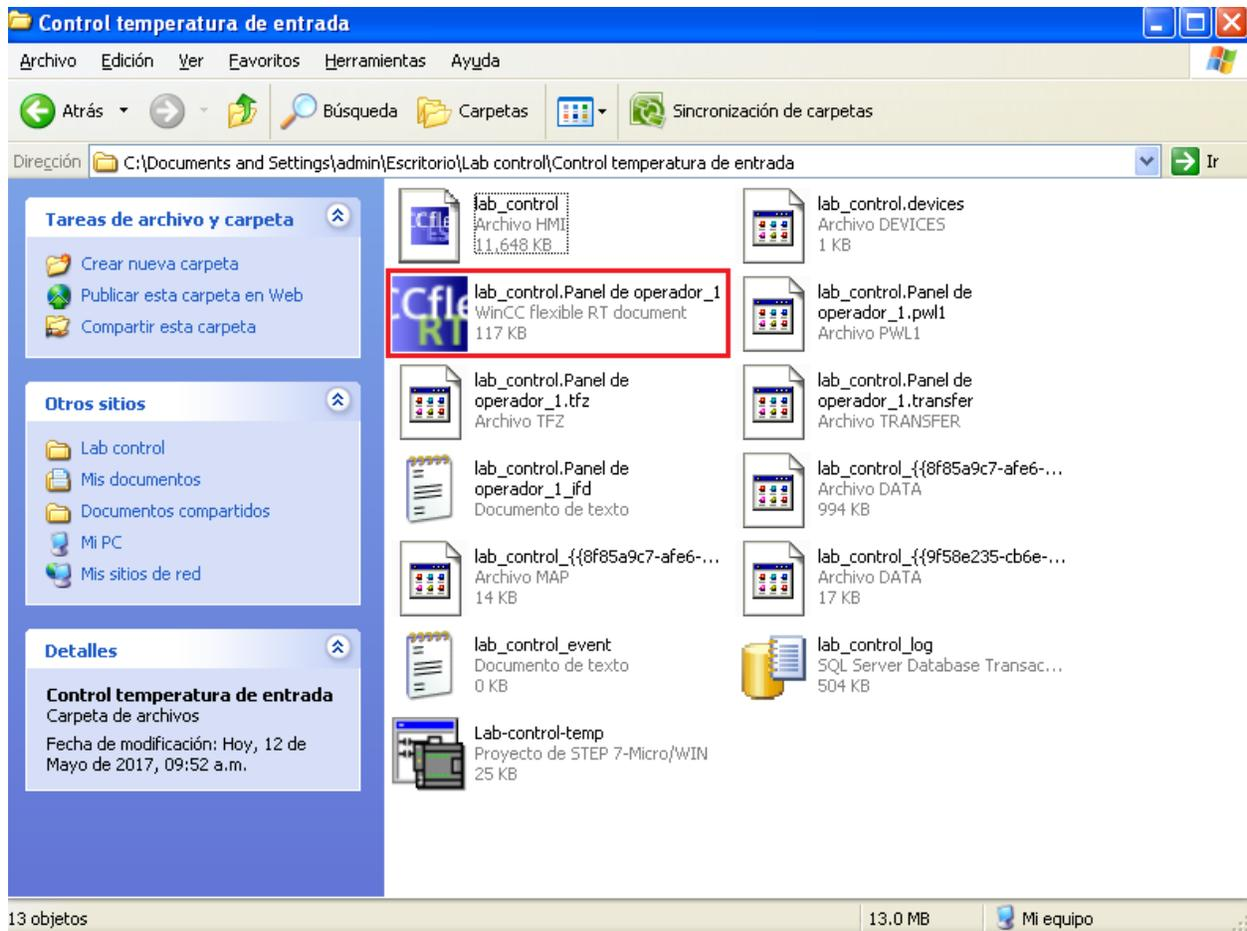

Imagen 18.
4.13. Minimice el programa (no lo cierre), y vaya nuevamente a la carpeta de control de temperatura que haya abierto (entrada o salida). Haga doble clic en el ejecutable “lab_control.Panel de operador_1”. (Ver imagen 18)